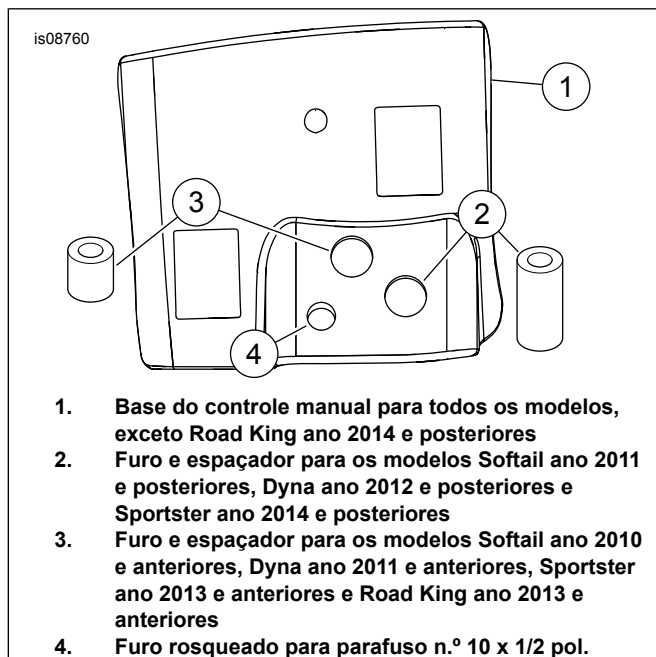

Figura 3. Base e espaçadores do controle manual
4. Veja Figura 3. Alinhe o espaçador selecionado anteriormente com o furo correto (2 ou 3).